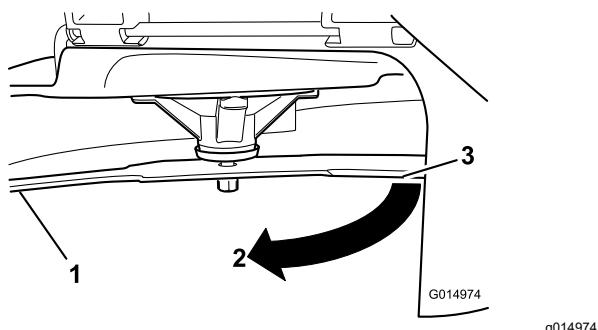

Figure 53
3. Mesurez la distance entre la lame et la surface (A)
4. Tournez la même lame de 180 degrés pour amener l'autre tranchant à la même position (Figure 53).